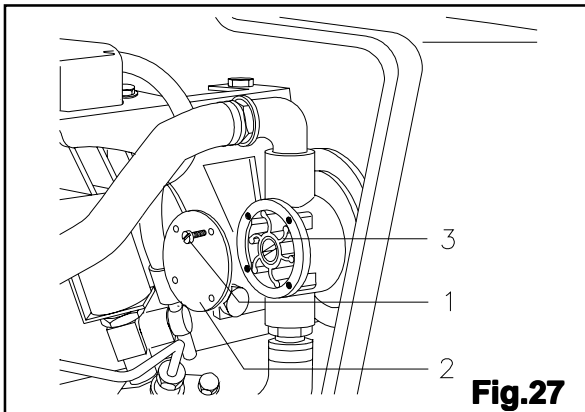

Fig.27
- Togliere le viti Fig.27 Rif.1 e rimuovere il coperchio pompa Fig.27 Rif.2.
- Rimuovere la girante (Fig.27 Rif.3).
- Remove the screws (Fig.27 Ref1) and pump cover (Fig.27 Ref.2).
- Remove the impeller (Fig.27 Ref.3).